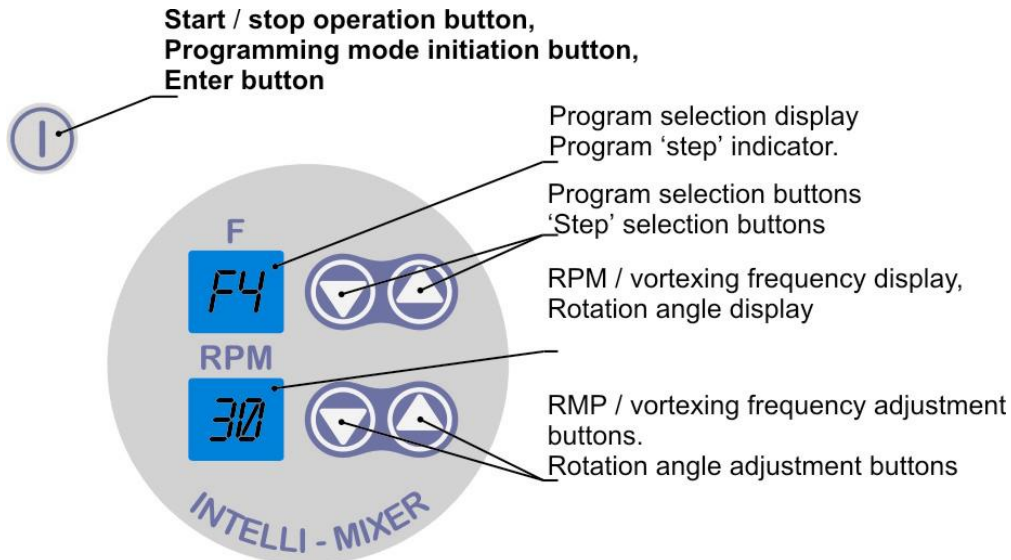

Fig. 3
1.3 Pulsando el botón  de rotación en el sentido de las agujas del reloj, poner un valor de 50 en el indicador RPM, éste corresponde a 180 grados (ver fig. 3)
1.5 Pulsando el botón  de rotación sentido opuesto de las agujas del reloj, girar la gradilla hasta el valor 75 en el indicador **RPM**, lo que corresponde a 270 grados (ver fig. 3)
2.3 Pulsando el botón de rotación en sentido de las agujas del reloj  , poner un valor de 50 en el indicador **RPM**, esto corresponde a 180 grados (ver fig. 3)
2.8 Pulsando el botón de rotación sentido opuesto a las agujas del reloj  , girar la gradilla hasta el valor 75 en el indicador RPM, lo que corresponde a 270 grados (ver fig. 3)
3.6 Pulsando el botón de rotación en sentido contrario a las agujas del reloj  , girar la gradilla hasta el valor 75 en el indicador **RPM**, lo que corresponde a 90 grados (ver fig. 3)
3.13 Pulsando el botón de rotación en sentido de las agujas del reloj  , girar la gradilla hasta el valor 25 del indicador **RPM**, lo que corresponde a 180 grados (ver fig. 3)